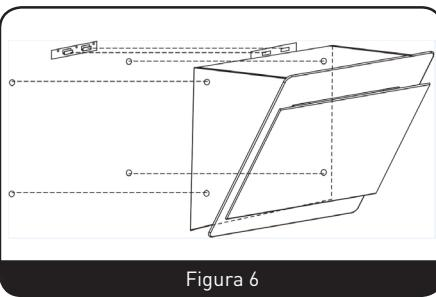

Figura 6
3. Fije la carcasa en su sitio utilizando los tornillos de seguridad. Fije la campana extractora a la pared utilizando 4 espieches y 4 tornillos ST4 x 30 mm. (Figura 6)